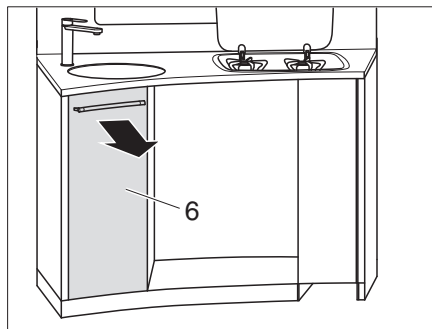

Fig. 122 Extraer el cajón superior de la cocina
- Extraer el cajón superior de la cocina (Fig. 122,6).